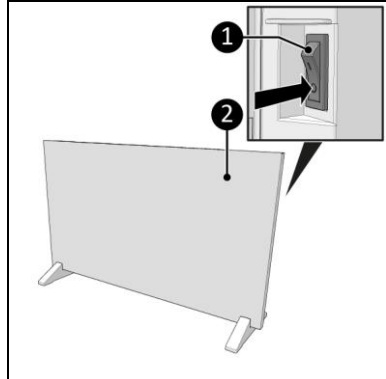

Abbildung 17
1. Stellen Sie den EIN/AUS-Schalter auf EIN (Abbildung 17, Pos. 1).
2. Die Anzeige (Abbildung 17, Pos. 2) zeigt AUS an.
1. Stellen Sie sicher, dass sich der EIN/AUS-Schalter in der AUS-Position befindet (Abbildung 17, Pos. 1).